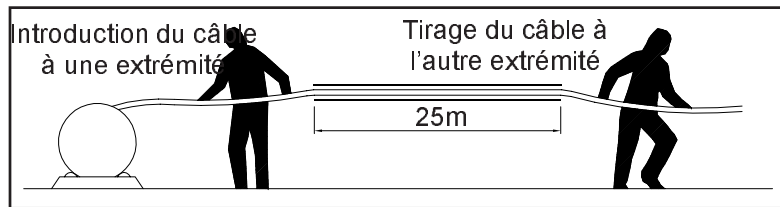

Figure 22
7. Lors de l'introduction du câble dans le tube, une personne doit introduire le câble afin d'éviter que l'extrémité coupante du tube n'abîme la gaine du câble pendant qu'une seconde personne tire le câble à l'autre extrémité (voir figure 22).